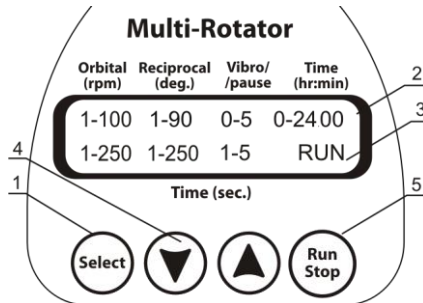

Fig.1 Panneau de configuration
- 4.4. Appuyez sur la touche **Run/Stop** (Fig.1/5) pour démarrer le programme.
- 4.5. La plate-forme se mettra en mouvement et les indications correspondantes (RUN (Fig.1/3) et la durée) s'afficheront sur l'écran.
- 4.6. Si la durée d'utilisation n'est pas programmée et que l'indicateur du minuteur (Fig. 1/2) affiche 0:00, appuyez sur la touche **Run/Stop** pour que l'agitateur rotatif fonctionne en continu jusqu'à ce que vous pressiez de nouveau la touche **Run/Stop**.
- 5.1. Pressez la touche **Select** (Fig.1/1) pour choisir le paramètre à modifier (maintenez la touche appuyée pour augmenter l'incrémementation). Le paramètre actif clignote.
- 5.2. Utilisez les touches ▼ et ▲ (Fig.1/4) pour programmer la valeur nécessaire (lorsque la touche est maintenue appuyée, l'incrémementation augmente).